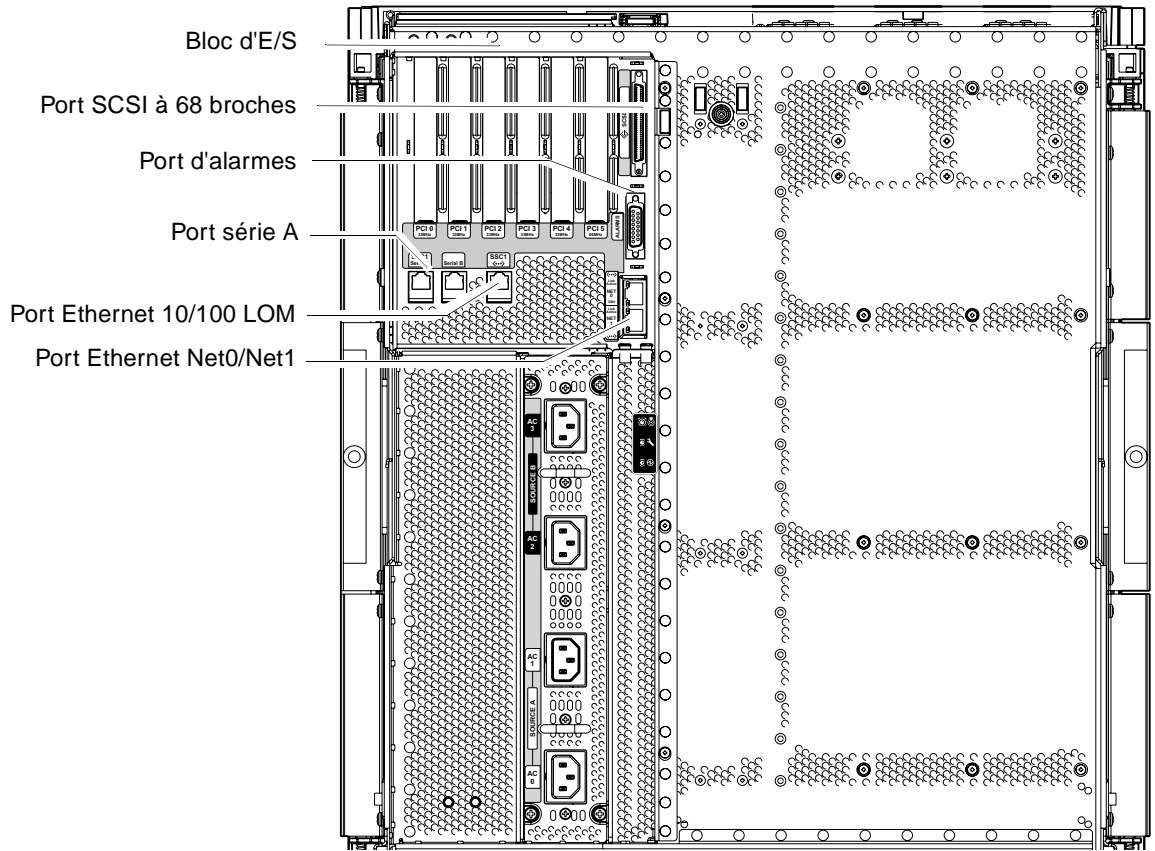

FIGURE 1-18 Contrôleur système et emplacement des blocs d'E/S
1. **Connectez une extrémité du câble Ethernet d'E/S au port Ethernet Net0/Net1 (FIGURE 1-18).**